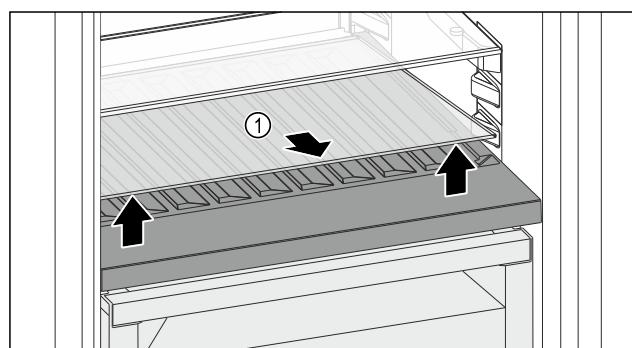

Fig. 96
- Dvignite stekleno ploščo Fig. 96 (1) pri odprtini spredaj in jo odstranite.
- Stekleno ploščo Fig. 96 (1) varno shranite zunaj naprave.